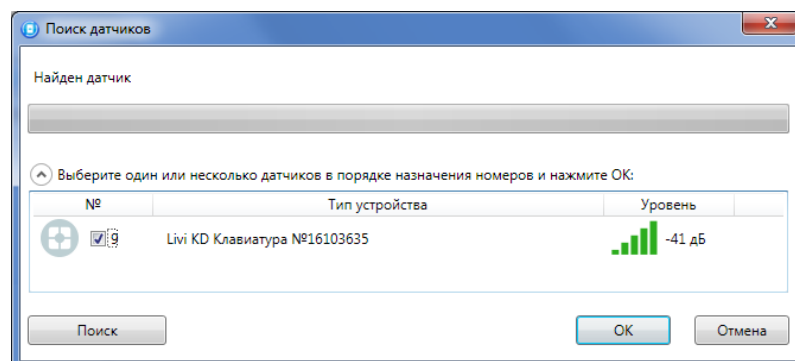

Рис. 4.3. Поиск радиоустройства
- В следующем окне (Рис. 4.3) будет отображен список устройств, доступных для связывания в радиусе действия радиоканала. Если подключаемого устройства нет в списке, то его следует повторно перевести в режим связывания.